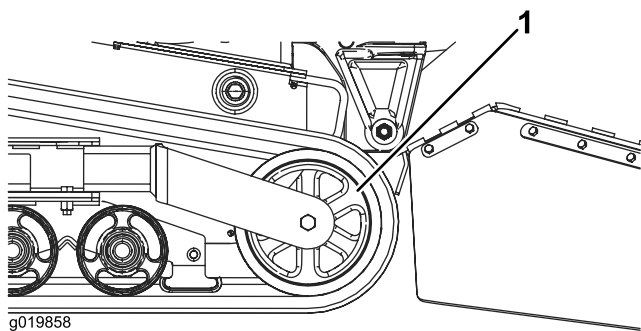

Figura 49
5. Empurre a roda tensora para trás o máximo possível (Figura 49).
7. Quando a lagarta estiver fora da roda tensora, retire-a da máquina (Figura 49).